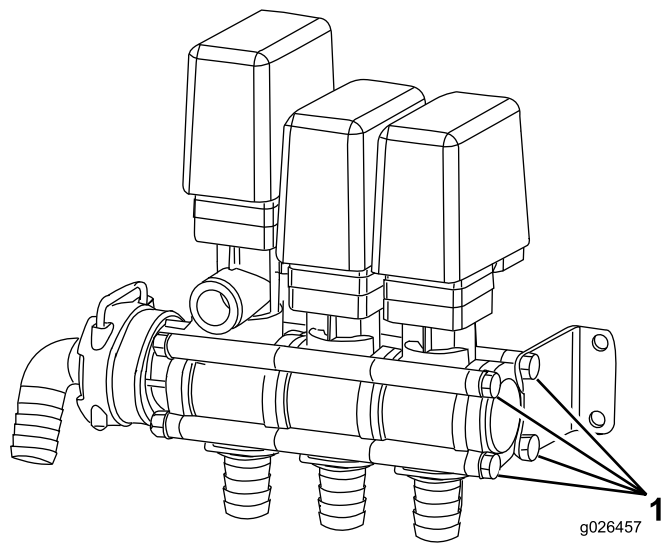

図3
- 通しボルトを注意深く外してバルブアセンブリを分解する図3。